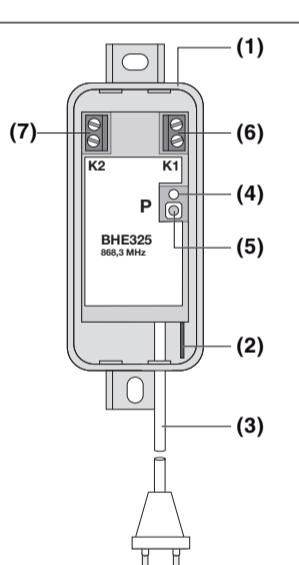

Fig. 2
**2.2 Receiver BHE325 (Fig. 2)**
**2.2 Récepteur BHE325 (fig. 2)**